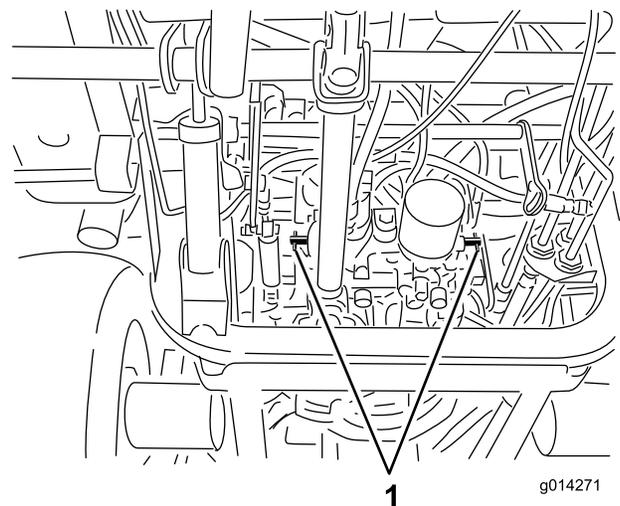

Bild 19
4. Drehen Sie jedes Sicherheitsventil eine Umdrehung nach links (Bild 19).
Drehen Sie jedes Sicherheitsventil um eine Umdrehung nach rechts und ziehen Sie sie mit der Hand fest (ungefähr auf 8 Nm) (Bild 19).